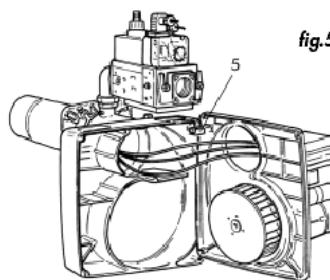

fig.5
- Установите пластину держателя узлов в рабочее положение **5** (рис. 5 – 5А).